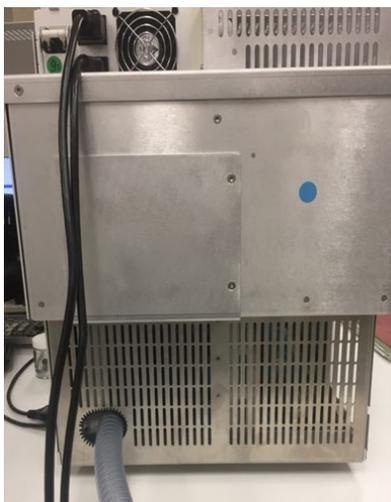

图 41: 仪器后侧
注意——一定要从 MS 仪器后侧将前级管连接到前级泵进样口，如图 41 所示。
- 5) 泵的电源线应直接插入 MS 仪器后侧, 如图 41 中所示。